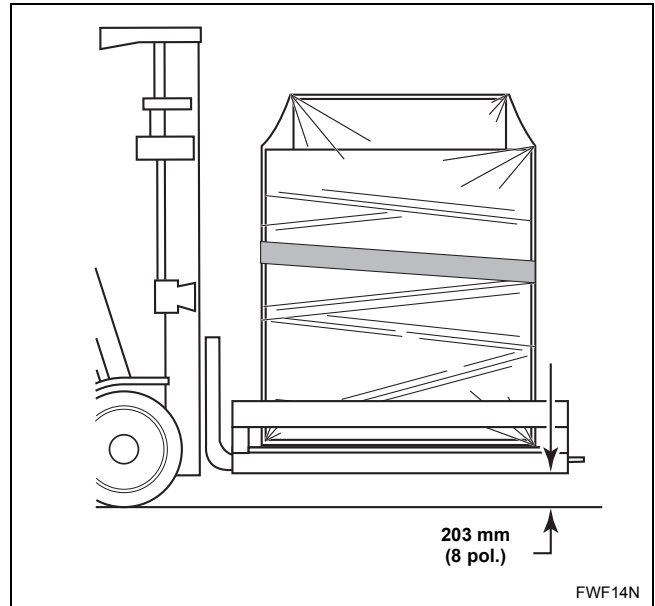

Figura 4
3. Use o empilhador para erguer cuidadosamente a calandra ainda embalada. Consulte a *Figura 4*.